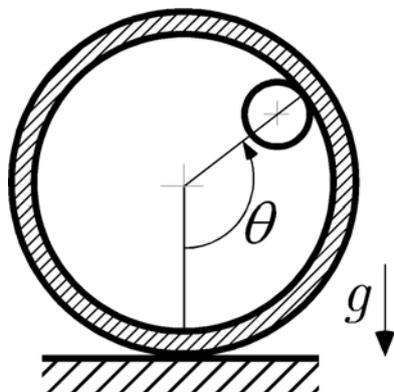

図 2
- (1) 円板の回転軸まわりの慣性モーメントを求めよ。
- (2) 最上点で円板が落下しないための、最上点での円板の質量中心の速さ v の条件を求めよ。
- (3) 上記(2)の場合の円板の最上点と最下点での力学的エネルギーを式で表し、両者の関係を示せ。
- (4) 最上点で円板が落下しないための、最下点での円板の速さ V の条件を求めよ。
- (5) 最下点での速さ V が(4)の条件を満たさずに、円板が最上点に到達する前に内面から離れる場合を考える。内面から円板が離れるときの図 2 に示す最下点からの角度 θ を求めよ。さらに、この状況を生じる最下点での速さ V の範囲を示せ。